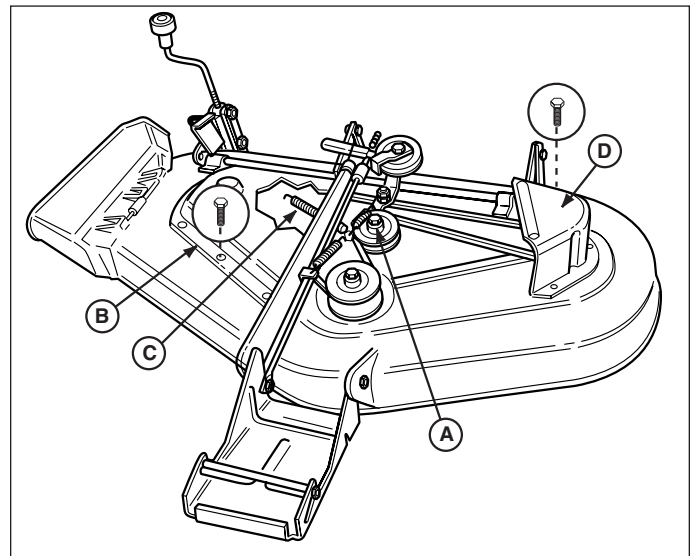

Figure 54. Tondeuse - Modèles de 112 et 127 cm
4. Voir la figure 54. Retirer les trois boulons de fixation du carter d'arbre de gauche (D).
7. Voir la figure 54. Remettre le carter d'arbre de gauche (D) en place. Si la tondeuse a été déposée du tracteur, la réinstaller.